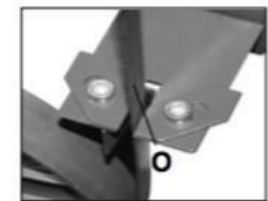

Figure 9
Montez la moitié inférieure de la lame sur la roue motrice inférieure en vous assurant que la lame pénètre dans la fente (O) du corps du guide inférieur. (Figure 9)